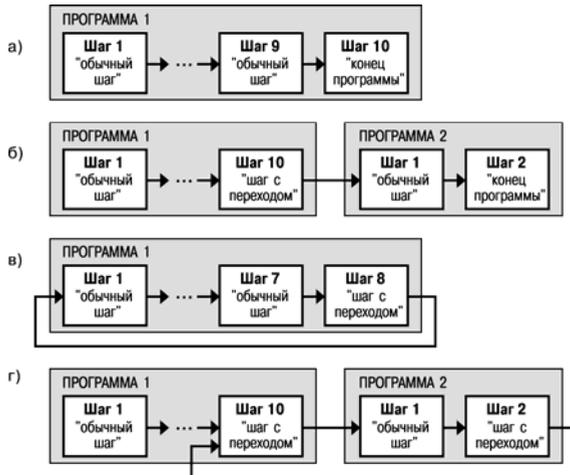

Рисунок 3.3 – Примеры Программ, которые можно реализовать с помощью различных типов Шагов:
- Программу, состоящую более чем из 10 Шагов (рисунок 3.3, б, г);
- Программу, работающую по бесконечному циклу (рисунок 3.3, в, г).
Нециклическая Программа в ТРМ151-09 (рисунок 3.3, а, б) состоит из последовательности «обычных шагов» и «шагов с переходом», которая заканчивается Шагом типа «конец программы».